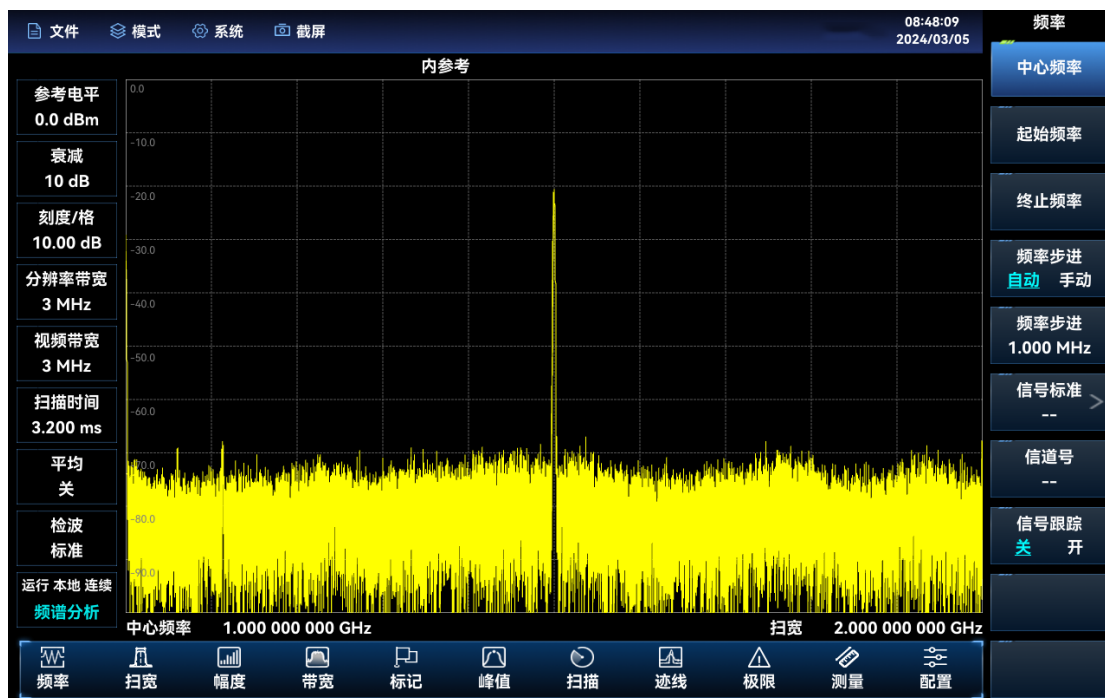

图 3.9 中心频率为 1GHz
- 按【射频开关】→[切换到 射频 开]，输出射频信号。设置外部信号发生器的频率为 1GHz。设置频谱分析仪中心频率：按【频率】，选择[中心频率]，设置中心频率为 1GHz，用键盘依次点击[1][GHz]，这些数字键可对当前参数设置确切的值，步进键（上下键）和滑动轴也可用于改变中心频率值，如图 3.9 所示。